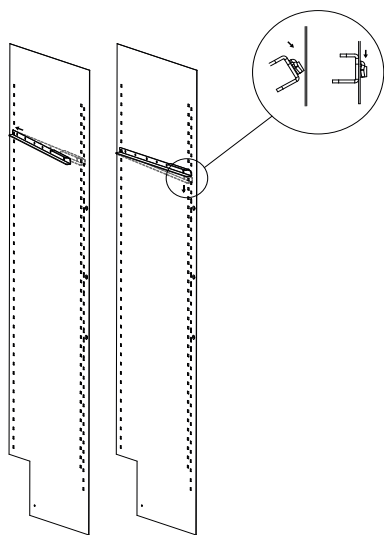
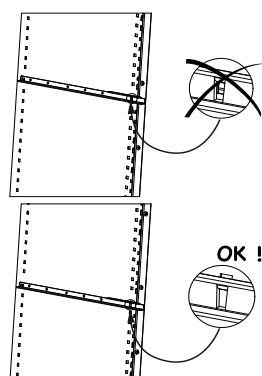

Abbildung 1
Abbildung 2
Zwischen den Regalen wurden jeweils Schutzkeile für den Transport angebracht. 2 Keile pro Regal (Bild 1). Entfernen Sie diese alle durch eine Drehbewegung (Bild 2). Sie können diese Keile aufbewahren und wieder verwenden, wenn Sie Ihren Weinklimaschrank über eine längere Distanz transportieren müssen. • Rollen Sie das Stromkabel ab, damit es mit keinem Teil des Geräts in Berührung kommt.
1. Schieben Sie 2 Führungsschienen in die hierfür vorgesehene Führungsleisten. Platzieren Sie für jedes Regal eine Schiene rechts und eine Schiene links (siehe Abbildung 1). Achten Sie darauf, die Schienen an der richtigen Stelle einzuschieben (siehe Abbildung 2).